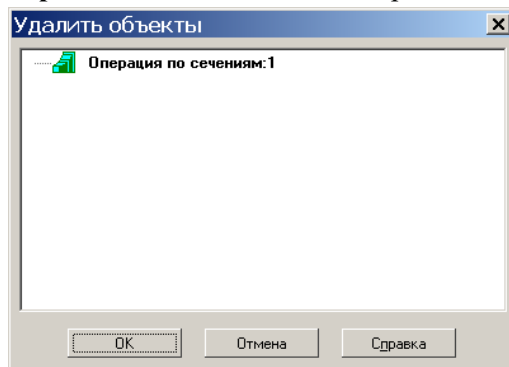

Рис. 5.16. Удаление узла в окне **Дерево модели**.
3.1. В объектном меню узла Операция по сечениям: 1 выберите команду Удалить (рис. 5.16).
В открывшемся окне убедитесь в том, что удаляется только один объект – узел **Операция по сечениям: 1**, затем нажмите кнопку **ОК** (рис. 5.16).